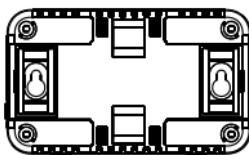
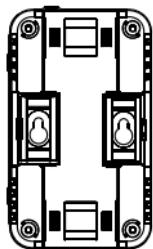

Рис. 7
Рис. 8
- 2.** Установите крепежные вставки задвинув их до упора в пазы с тыльной стороны прибора. При горизонтальном расположении прибора, рис. 7, вставки устанавливаются в пазы на узкой стороне корпуса; при вертикальном расположении, рис. 8, в пазы на широкой стороне корпуса. Обратите внимание на ориентацию отверстий под саморезы.